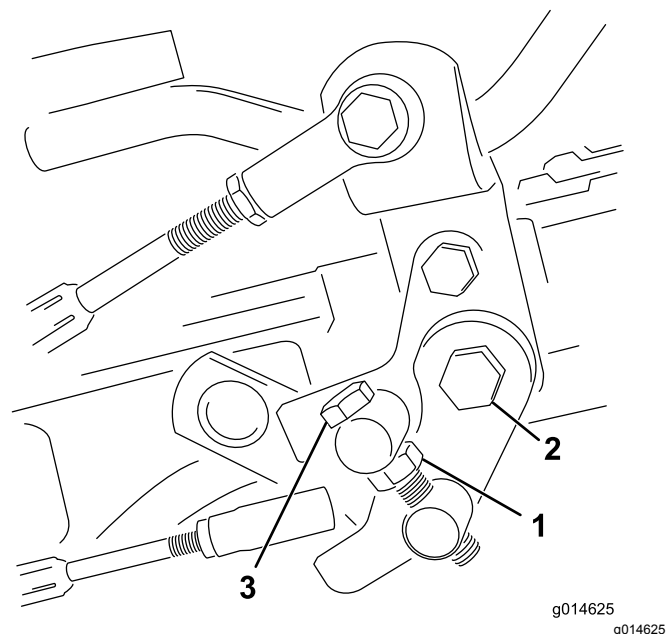

図 35
4. トラニオンボルトのジャムナット、およびペダルピボットのナットを締め付けて調整を固定する図 35。調整を確認し、必要に応じて再調整する。
1. トラニオンボルトのジャムナットをゆるめる図 35。